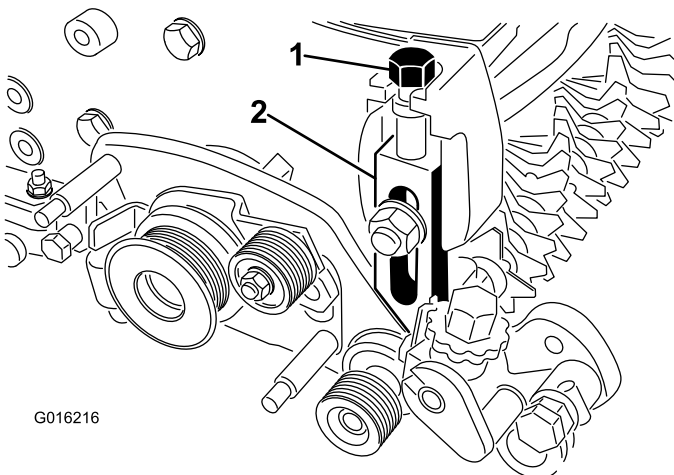

图12
27. 将剪草高度调整螺丝旋入右调整臂组件的顶部图12。
注意 确保剪草高度调整臂组件的杆端滑入疏草刀驱动组件孔的轴套内图12。
31. 将剪草高度调整螺丝旋入左调整臂组件的顶部图12。
33. 用现有的防松螺栓、螺母和新垫圈将左侧调整臂组件安装至滚刀组侧板图12。